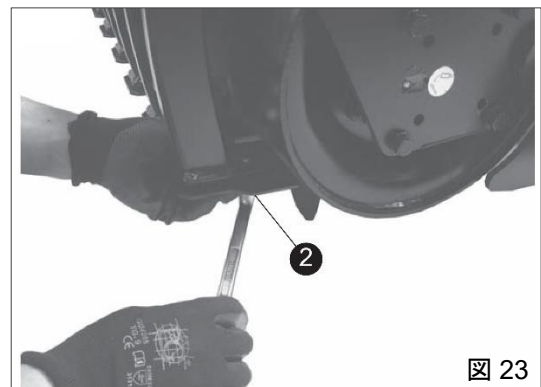

図 23
スクレーパ板を正しく取り付けするには、スクレーパ板を置き、ローラーから望ましい間隔にスクレーパ板を固定するようにボルト(図 23 の②)を締めてください。